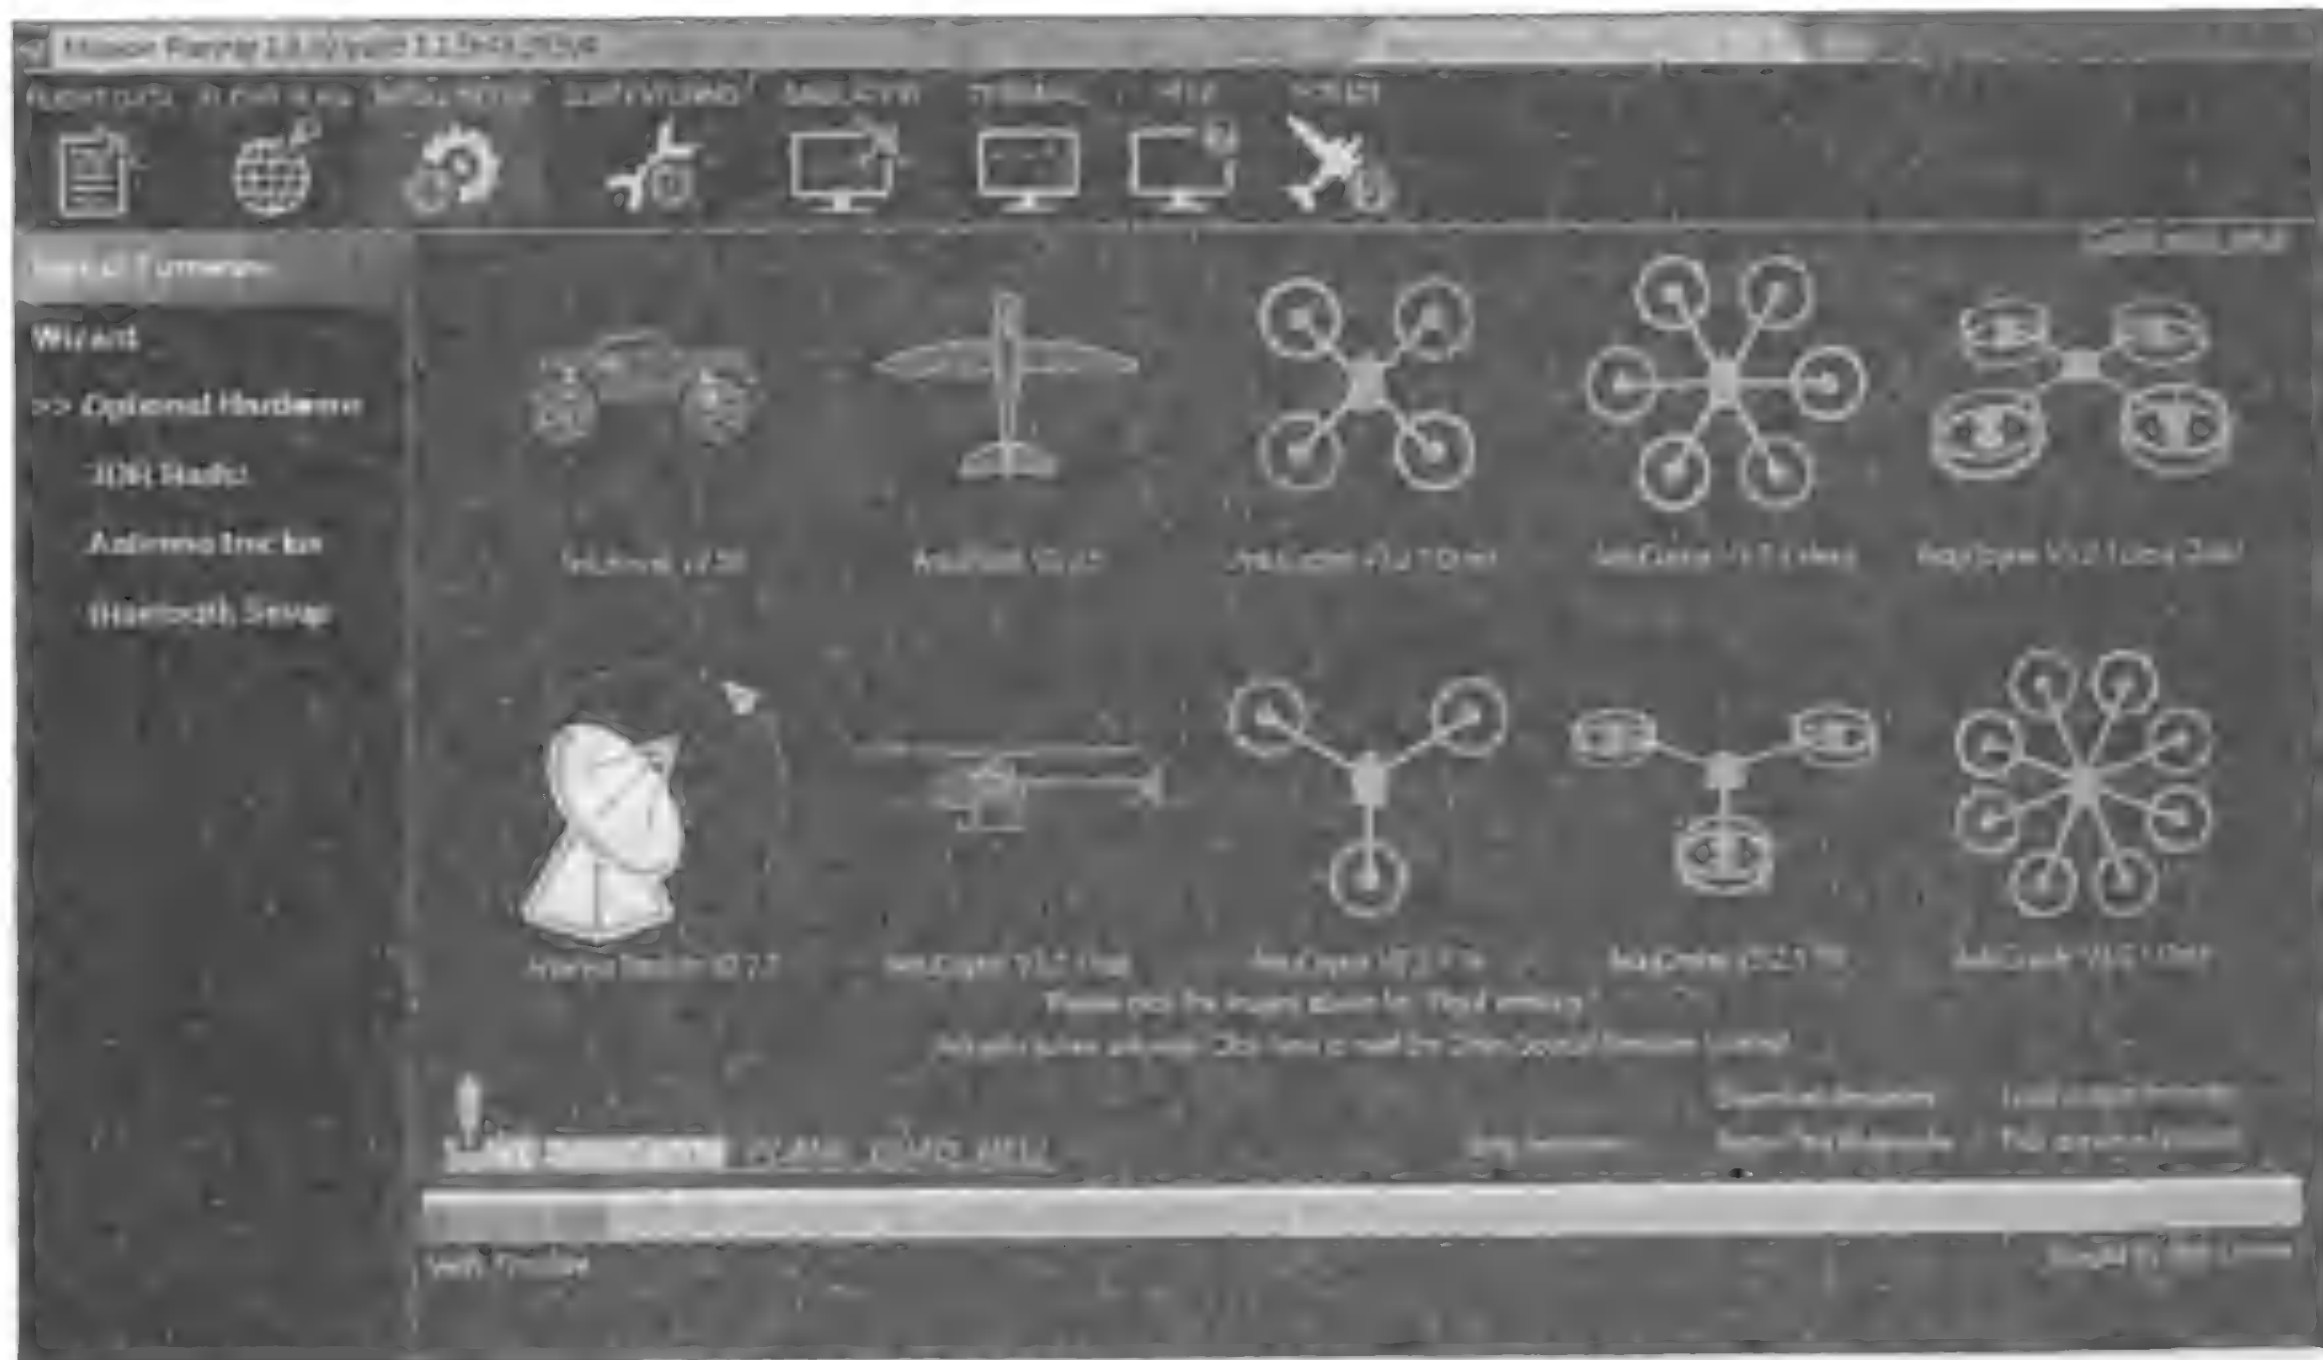

Рис. 9.5. Проверка загруженной прошивки
- 8. Когда прошивка загрузится, она должна быть проверена (рис. 9.5).